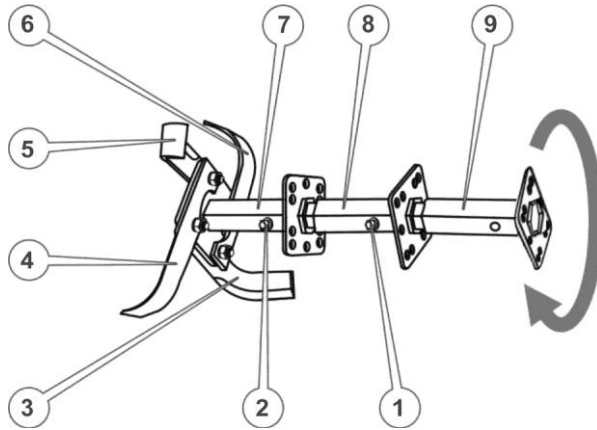

Рисунок 5. Ґрунтофреза
1. Вставити додаткову маточину ротора в шестигранний отвір основної маточини та зафіксувати, щоб уникнути можливого осьового зсуву, пальцем із шплінтом (див. рис. 5.)
- стрілкою на рис. 5.), кріпильні отвори ножів збіглися з отворами квадрата, при цьому кінцевий отвір одного ножа (поз. 3) збігся із серединним отвором іншого ножа (поз. 4). Утримуючи ножі в такому положенні, вставити в отвір кріпильний палець та зафіксувати шплінтом.